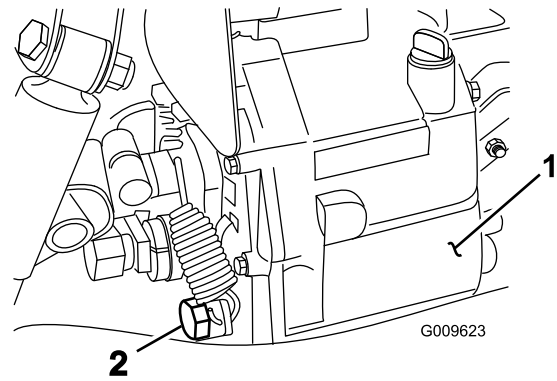

Bild 70
4. Nehmen Sie die Ablassschraube an der Seite des Behälters ab und lassen Sie das Hydrauliköl in die Auffangwanne ablaufen (Bild 70).